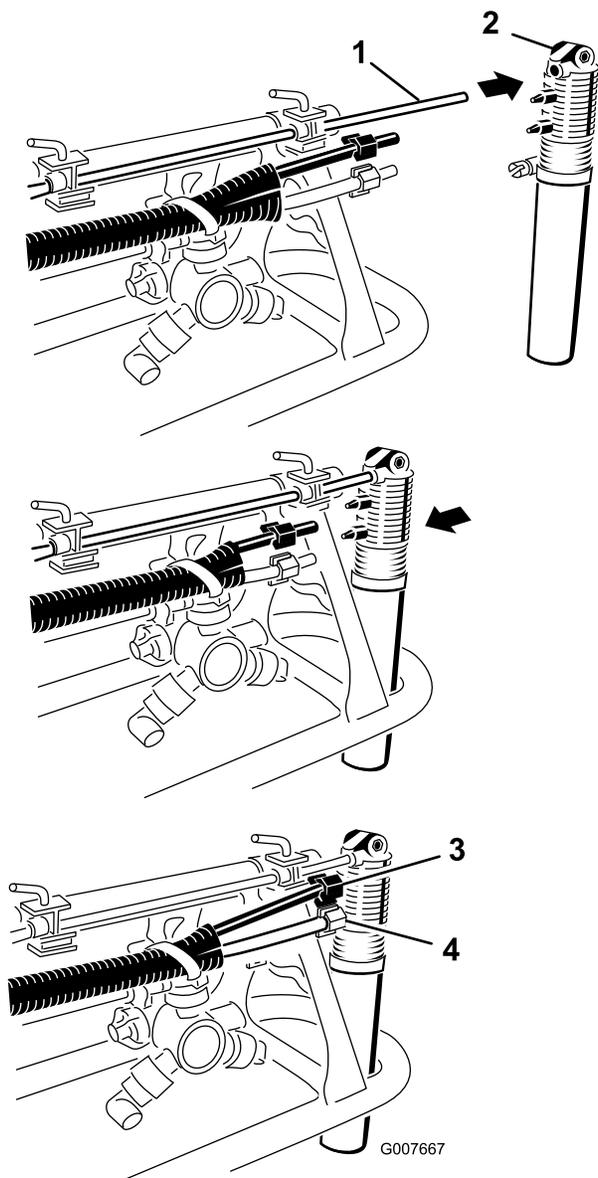

Figura 8
8. Localice las boquillas de espuma entre las piezas sueltas e instale una boquilla en la varilla de montaje, según se indica (Figura 8).